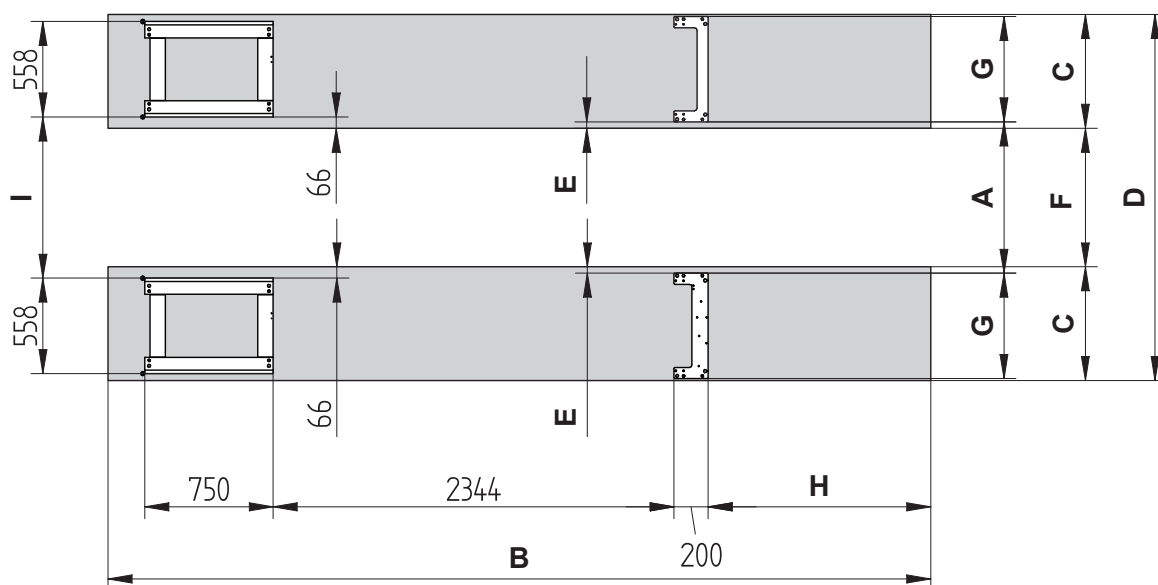

Fig. 20
- Verificare che le pedane siano parallele, in squadro e con distanza interna bordi guida traversa pari alla quota A (Fig. 20): se questo non fosse, agire opportunamente sulle basi mantenendone l'allineamento e la distanza longitudinale;
- Portare a terra le pedane e ricontrollare la distanza A (Fig. 20);
- Ensure that platforms are parallel one to each other, squared and have an inner distance between rail edges of A (Fig. 20). If not, adjust bases still keeping their alignment and longitudinal distance.
- Move platforms down to the ground and check that inner distance is A (Fig.20) .
- Sicherstellen, dass die Fahrschienen parallel zueinander ausgerichtet und im Winkelspiegel sind, und einem Innenabstand der Heberführungsänder von A (Abb. 20) aufweisen: Sollte dem nicht so sein, die Untergestelle dementsprechend verstellen, wobei die Gleichlaufregelung und der Längsabstand
- Die Fahrschienen auf den Boden absenken und den Abstand von A (Abb.20) erneut überprüfen.
- Vérifier que les chemins de roulement sont parallèles, d'équerre et à une distance interne des bords glissière poutre de A (Fig. 20) : dans le cas contraire, intervenir sur les bases en
- Porter les chemins de roulement au sol et reconstruire la distance A (Fig.20).
- Comprobar que las plataformas estén paralelas, perpendiculares y con distancia interior de los bordes guía travesaño igual a A (Fig. 20); de lo contrario, mover las plataformas manteniendo la alineación y la distancia longitudinal;
- Colocar las plataformas a nivel del pavimento y controlar la distancia de A (Fig.20);